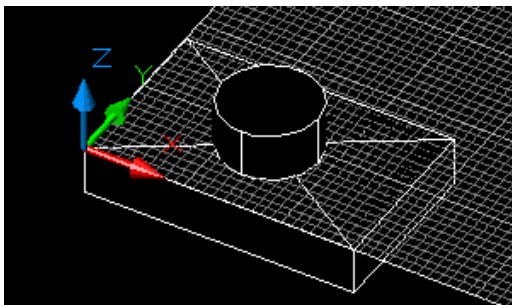

Рис. 7.11. Построение цилиндра
4) при помощи команды Extrude (кнопка  панели *Solids*) выдавливаем цилиндр (рис. 7.11):